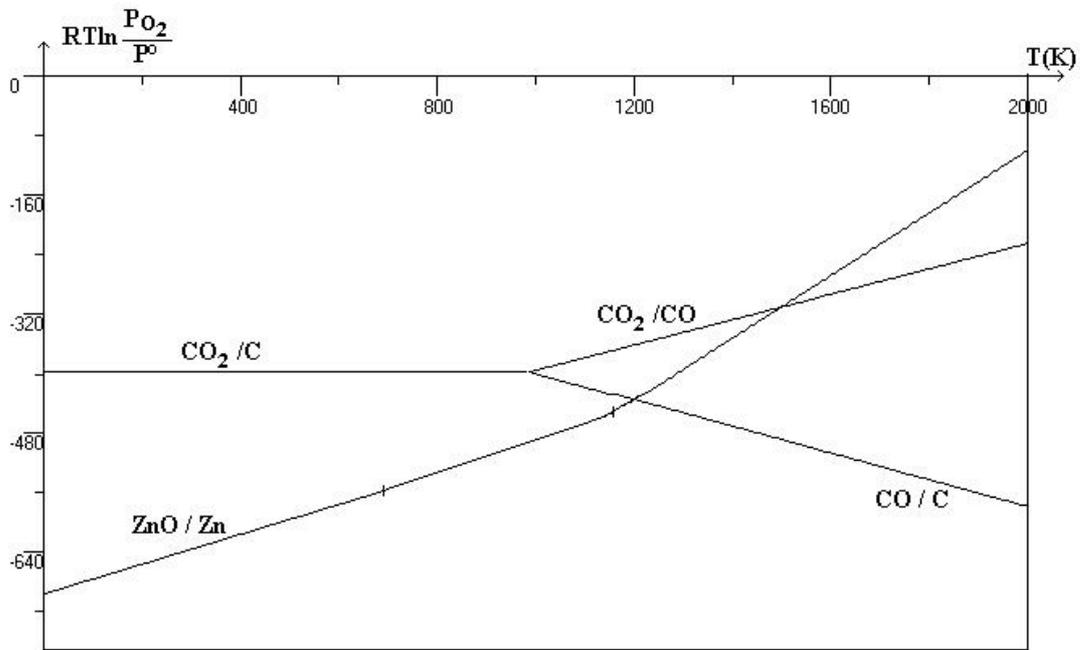

Figure 1 : Diagramme d'Ellingham
Une fois l'oxyde de zinc obtenu, il faut le réduire. La figure 1 donnée en annexe à la fin de l'énoncé représente le diagramme d'Ellingham du système C/CO/CO₂ et du couple ZnO/Zn.
- 7- On peut utiliser le carbone C pour réduire l'oxyde de zinc. Ecrire l'équation bilan de cette réaction. Selon la figure 1, à partir de quelle température la réaction sera-t-elle favorisée ? Calculer précisément cette valeur à partir des données. Pourquoi faut-il travailler en présence d'un excès de carbone ? Sous quel état se trouve le zinc obtenu ?